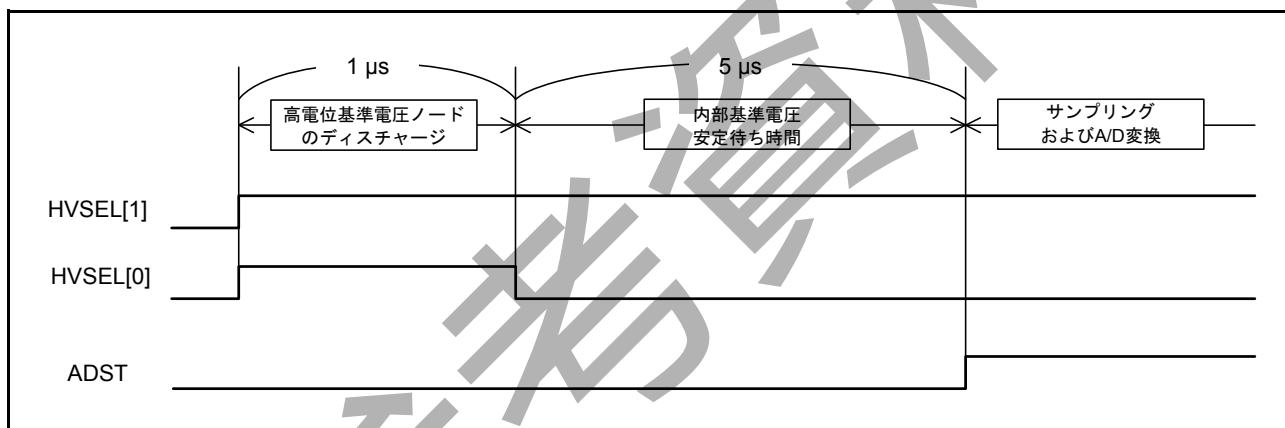

図 39.30 高電位基準電圧に内部基準電圧を選択する手順
4. 内部基準電圧が安定するまでソフトウェア内で待機してから ( $5\mu\text{s}$ )、A/D 変換を実行してください。高電位基準電圧に内部基準電圧を選択する手順の波形図を 図 39.30 に示します。